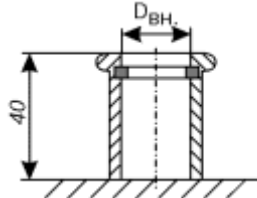

Рис. 19. Окончание вакуумной, канализационной магистралей
Вакуумная магистраль в зависимости от вакуумного агрегата и количества стоматологических установок должна быть выполнена из труб  $D = 32$  (40, 50) мм, заканчивающихся муфтой с  $D_{вн.} = 32$  (40) мм, (см. рис. 19 и инструкцию на соответствующий вакуумный агрегат).
Канализационная магистраль должна быть выполнена из труб  $D=40$  (50) мм, заканчивающихся муфтой с  $D_{вн.}=40$  (50) мм (см. рис. 19).